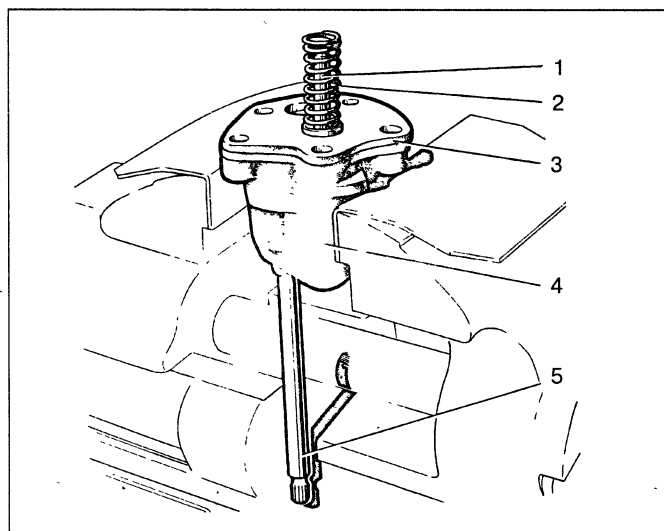

Рис. 2-69. Разборка масляного насоса: 1 – редукционный клапан; 2 – пружина клапана; 3 – крышка; 4 – корпус; 5 – валик
- снимите крышку 3 (рис. 2-69) корпуса насоса и выньте из корпуса валик насоса с ведущей шестерней и ведомую шестерню.